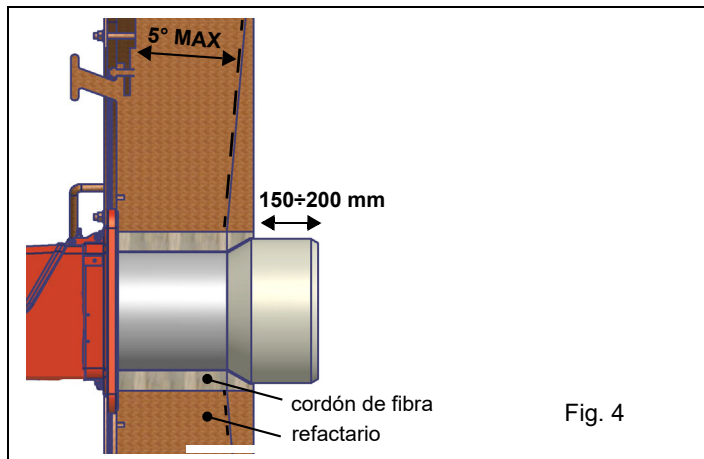

Fig. 4
- 1-b) en el caso de juntas embridadas: interponer entre un miembro y el otro, una junta (n. 1A..1E - Fig. 4), compatible con el gas utilizado,